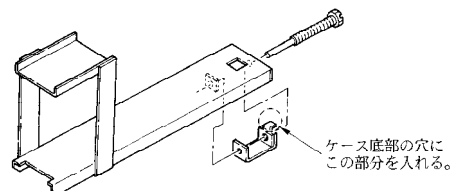

図6-1 取付け金具
- (2) 計器から取付け金具(図6-1参照)をはずし、パネルの表面から計器を穴に差込みます。